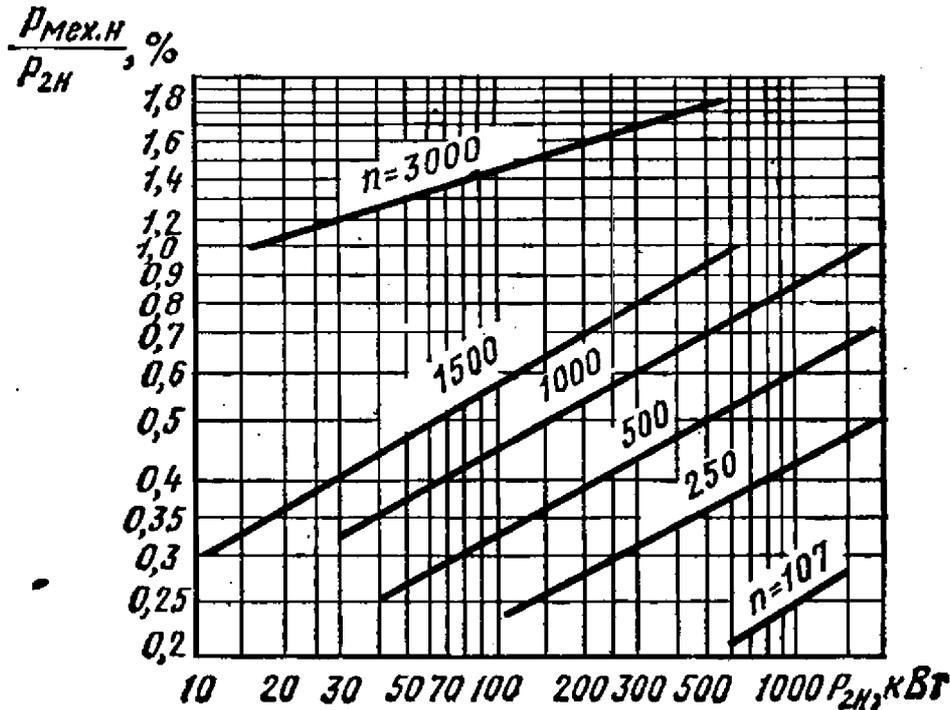

Рис. 15.3
15.3. На рис. 15.3 приведен график зависимости относительной величины мощности механических потерь от номинальной мощности трехфазных электрических двигателей различных типов.
По универсальным кривым рис. 15.3 находим, что при $P_{2н} = 100$ кВт и $n_0 = 3000$ об/мин отношение